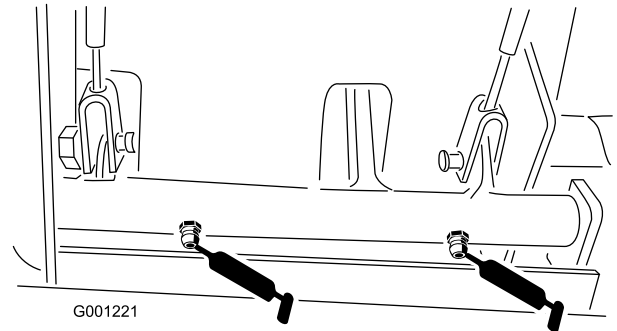

Figura 39
1. Pinos (2) de derivação da válvula de verificação da transmissão
- Casquilhos da articulação dos travões (Figura 39)
- Cabos dos travões (rodas e extremidades dos pedais dos travões) (Figura 39)